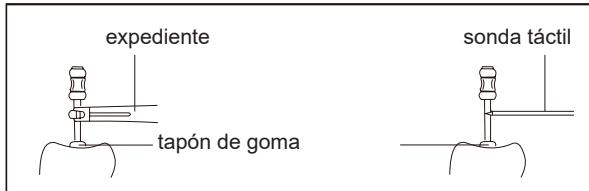

Imagen 23
- 4.2.6 Cuando la lima llegue al ápice, ajuste la pieza de goma establecida en la lima endo al punto de referencia (borde incisal o borde de la fosa), luego extraiga la lima endo, mida la longitud entre la parte superior de la lima y la pieza de goma, y Esta es la longitud de trabajo del diente. También se puede usar con la sonda táctil en lugar del clip de archivo, cuando No es conveniente medir los dientes posteriores [Imagen 23].